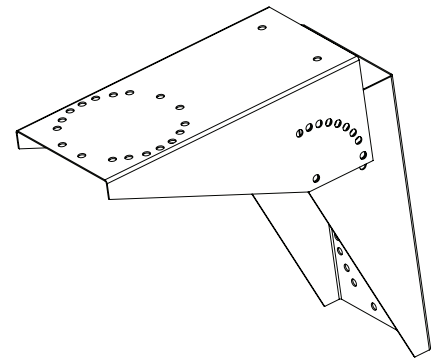

Figure 4 — Assemblage du support
2. Introduire la partie la plus large de la bride d'un support à l'intérieur de la partie large de la bride de l'autre support, pour former un « V » comme sur la Figure 4.